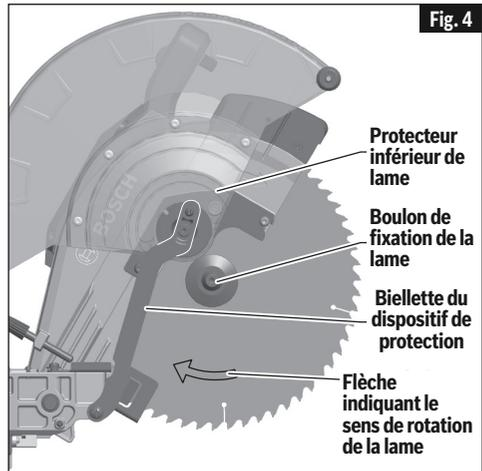

Fig. 4
1. Positionnez la scie dans la position du haut (UP) et à un angle de biseau de 0°. Si elle est dans la position du bas (DOWN), appuyez légèrement sur l'ensemble de tête de la scie et retirez le goujon de verrouillage de l'ensemble de tête de la scie remonter.
2. Faites tourner le dispositif de protection inférieur de la lame jusqu'à ce qu'il existe un accès dégagé au boulon de fixation de la lame (Fig. 4).
2. Manipulez la lame neuve avec précaution. Assurez-vous que la flèche indiquant le sens de rotation sur la lame correspond à la flèche indiquant le sens de rotation sur le dispositif de protection inférieur. Faites glisser la lame vers le haut et entre les côtés du déflecteur de copeaux et au-dessus de la tige de l'arbre. Déplacez la lame de façon que le trou de son arbre soit autour de l'anneau de soutien de la rondelle intérieure (voir Fig. 4 et 5).